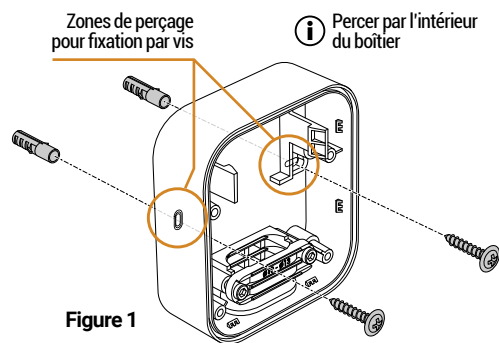

Figure 1
- 2 Fixer le boîtier au mur (utiliser des fixations - non incluses - adaptées au support) - voir **figure 1**.